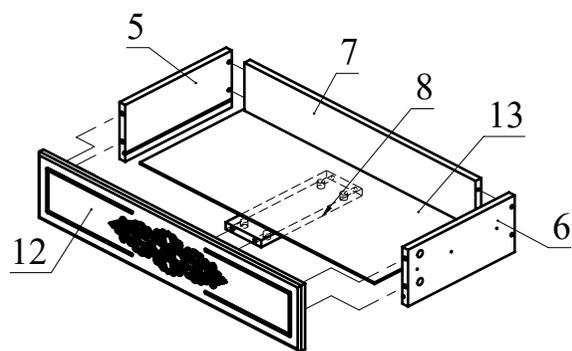

Рис.6
4. Соберите ящик. Для этого соедините детали 5, 6 с деталью 7 с помощью конфирматов. Соедините деталь 8 с деталью 7 и зафиксируйте, повернув головки минификсов по часовой стрелке до упора. Затем вставьте деталь 13 (ДВП) в пазы деталей 5, 6, 7. Установите фасад ящика 12 на детали 5, 6, 7 и зафиксируйте, повернув конфирматным ключом головки минификсов по часовой стрелке до упора (Рис. 6).